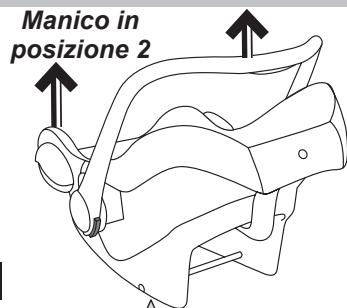

Figura 10
- Sollevare il seggiolino con 2 mani. (Figura 10)